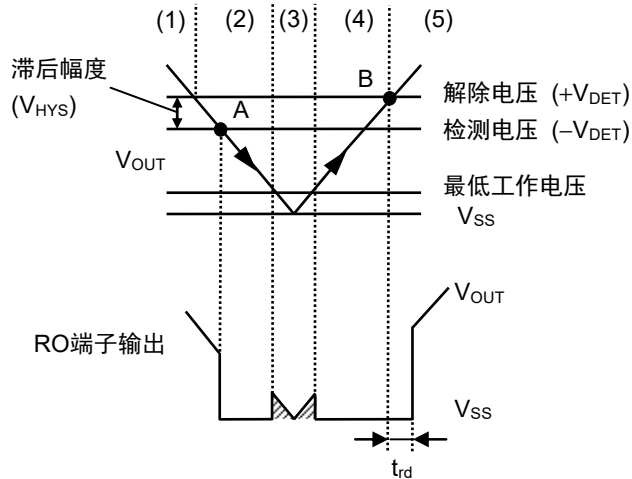

图34 检测器部分的时序图
- (1) 当稳压器的输出电压 ( $V_{OUT}$ ) 大于或等于检测器的解除电压 ( $+V_{DET}$ ) 时, N沟道晶体管 (N1, N2) 变为关, 向RO端子输出 "H"。此时, P沟道晶体管 (P1) 为开状态, 向比较器 (C1) 的输入电压为  $\frac{R_B \cdot V_{OUT}}{R_A + R_B}$ 。
- (2) 即使 $V_{OUT}$ 降低到小于或等于 $+V_{DET}$ 时, 只要高于或等于检测电压 ( $-V_{DET}$ ), 就能向RO端子输出 "H"。若 $V_{OUT}$ 降低到小于或等于 $-V_{DET}$  (图34的A点) 时, 通过C1控制的N1变为开,  $C_{DLY}$ 被放电。同时, 由延迟电路控制的N2变为开, 向RO端子输出 "L"。此时, P1变为关, 向C1的输入电压为  $\frac{R_B \cdot V_{OUT}}{R_A + R_B + R_C}$ 。
- (3) 若 $V_{OUT}$ 进一步下降到小于或等于最低工作电压时, RO端子的输出变得不稳定。若RO端子上被上拉时, 输出 "H"。
- (4) 若 $V_{OUT}$ 上升到大于或等于最低工作电压时, 向RO端子输出 "L"。此外, 在 $V_{OUT}$ 大于 $-V_{DET}$ 且小于 $+V_{DET}$ 的情况下, 输出为 "L"。
- (5) 再继续使 $V_{OUT}$ 上升, 若上升到大于或等于 $+V_{DET}$  (图34的B点) 时, N1变为关,  $C_{DLY}$ 被充电。如 $V_{DLY}$ 为阈值电压 (1.25 V (典型值)), 则由延迟电路控制的N2变为关, 向RO端子输出 "H"。